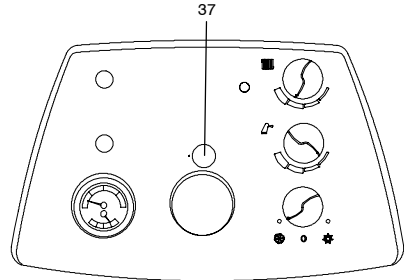

Fig. 4.11
- 21 Si cela est nécessaire, réarmer en agissant sur le bouton de réarmement (37 – Fig. 4.11).